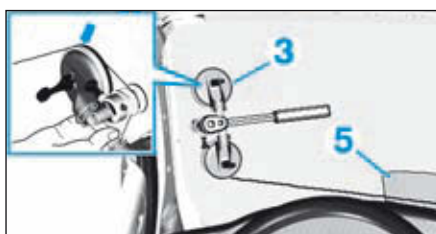

FIG.5
- Tendre le fil tranchant (3) et insérer une feuille protectrice (5) entre le pare-brise et la partie supérieure de la planche de bord (Fig.5).